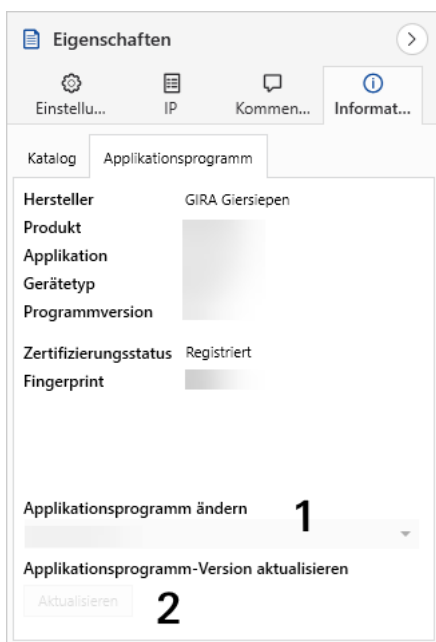

Bild 6: Applikationsprogramm aktualisieren
5. Wählen Sie die Schaltfläche „Aktualisieren“ unterhalb des Punkts „Applikationsprogramm-Version aktualisieren“ (Bild 6, Pos. 2).
Wenn Sie den Wert unter „Applikationsprogramm ändern“ (Bild 6, Pos. 1) ändern, gehen benutzerdefinierte Einstellungen, wie z. B. die Verknüpfungen zu den Gruppenadressen verloren.